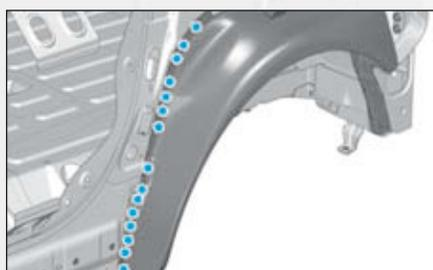
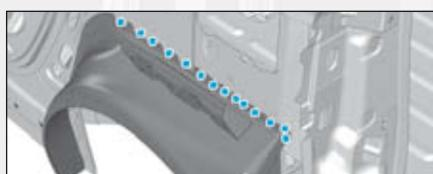
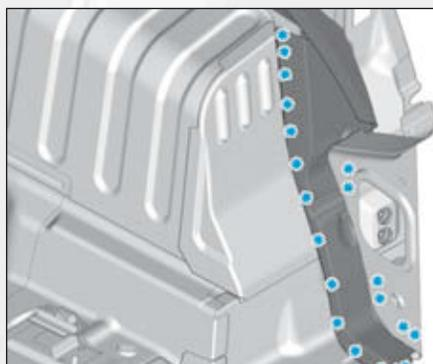

FIG.196
FIG.197
FIG.198
- Dépointer les points de soudures du passage de roue arrière (Fig.196), (Fig.197) et (Fig.198).